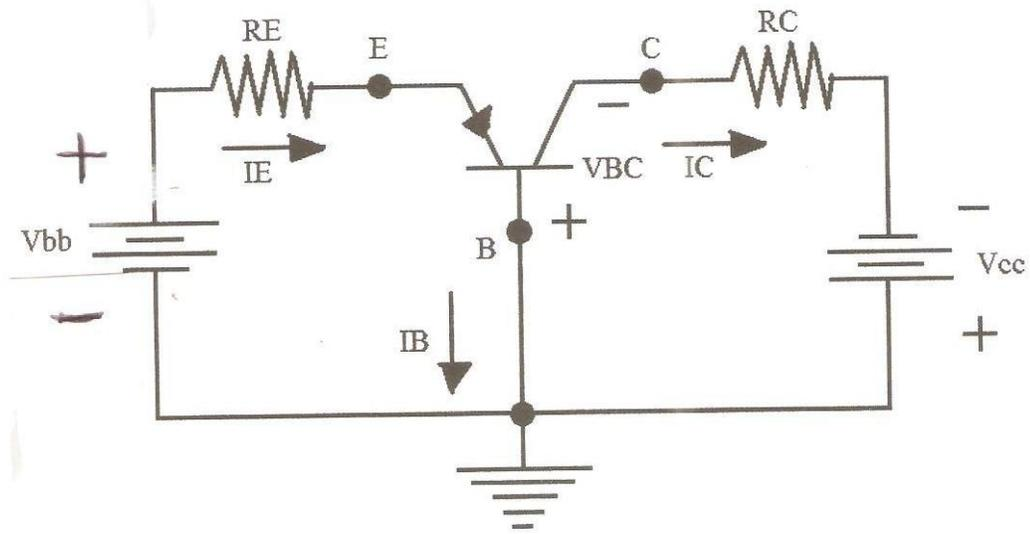

Figura 4-6. Circuito amplificador de base común con transistor PNP
En esta configuración, la terminal de la base es común a los lados de entrada (emisor) y salida (colector), y generalmente se conecta a un potencial de tierra (o se encuentra más cercana a este potencial). Esta configuración se indica en la figura 4-6. La fuente de voltaje  $V_{BB}$  ofrece polarización directa a la unión B-E y controla la corriente del emisor  $I_E$ .
- Realiza un montaje para un transistor tipo PNP, como el de la figura 4-6, y mide las corrientes de base, emisor y colector.